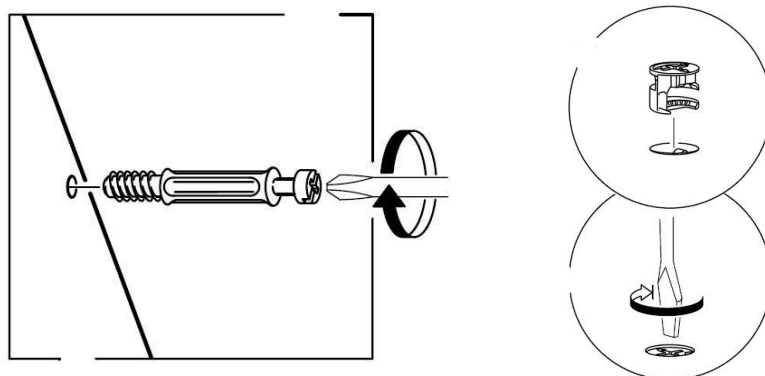

Рис. 1
1. В боковые стенки (57), (58), нижний щит (60), горизонтальный щит (59), заднюю стенку (61) в имеющиеся отверстия установить эксцентрики Rastex 15\16, таким образом, чтобы стрелка была повернута в сторону отверстия в торце.
2. В установленные муфты эксцентриковых стяжек на боковых стенках (57), (58), крышке (56) ввернуть дюбели DU644, в соседние отверстия установить шканты (рис.1 и схема сборки).